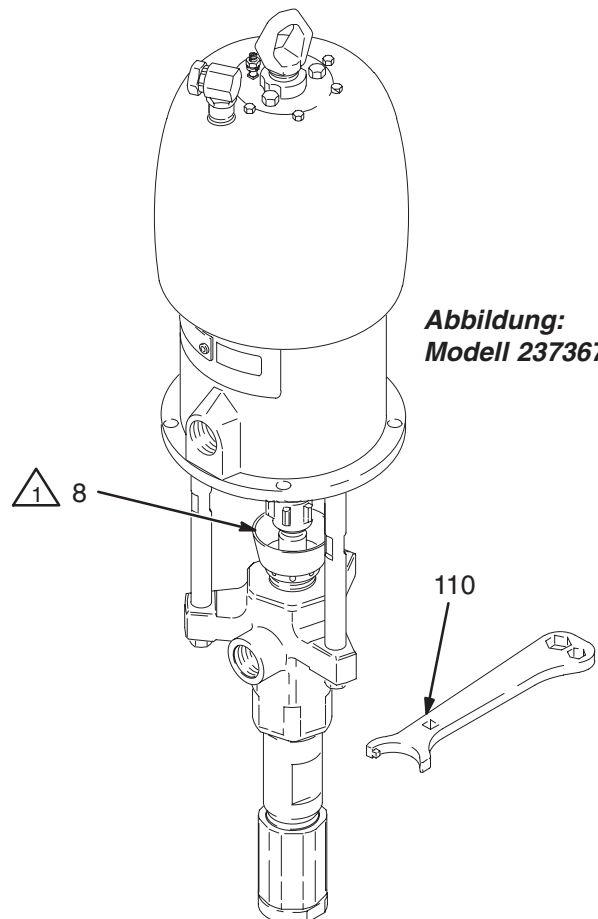

Abb. 4
Vor dem Starten die Packungsmutter (8) zu 1/3 mit Graco TSL-Flüssigkeit oder einer verträglichen Lösung füllen. Siehe Abb. 4.